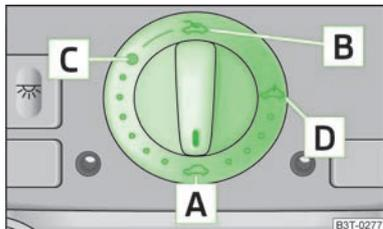

Fig. 27
O tecto de correr/de abrir é accionado com o interruptor rotativo » Fig. 27 e funciona apenas com a ignição ligada. O interruptor rotativo tem várias posições.
- Rode o interruptor para a posição **C** » Fig. 27.
- Rode o interruptor para a posição **A** » Fig. 27.
O tecto de correr/de abrir está equipado com uma limitação de esforço. Caso um obstáculo (p. ex., gelo) o impeça de se fechar, o tecto de correr/de abrir pára e abre completamente. Pode fechar completamente o tecto de correr/de abrir sem limitação de esforço, se pressionar o interruptor para a posição **A** » Fig. 27 à frente, até que o tecto de correr/de abrir esteja completamente fechado » **I**.
Após cada accionamento de emergência, o tecto de correr/de abrir tem de ser colocado de novo na posição inicial. Tem, por isso, de colocar o interruptor rotativo na posição **A** » Fig. 27 e carregar na parte da frente do mesmo, durante aproximadamente 10 segundos.